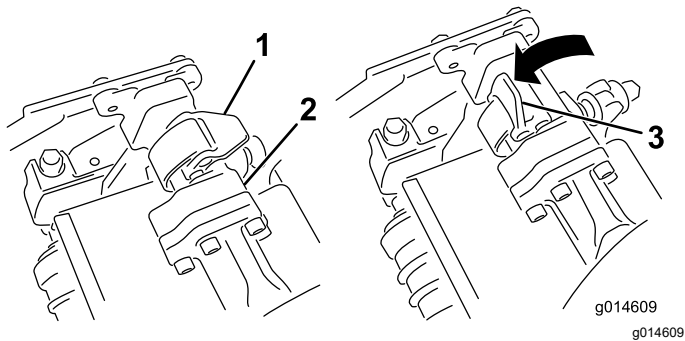
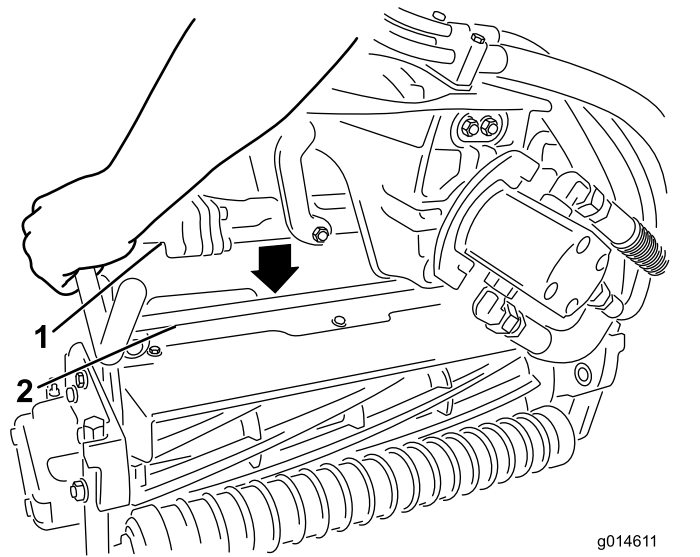

Figura 56
Figura 57
4. Abra os trincos da barra do braço de suspensão (Figura 56) e empurre o braço de suspensão para baixo de forma a que a barra fique sobre ambos os braços inclinados na unidade de corte e certifique-se de que os trincos passam por baixo da barra transversal da unidade de corte (Figura 57).
5. Feche os fechos para baixo e em redor da barra da unidade de corte e bloqueie-os no sítio (Figura 56).
6. Abra os fechos na barra do braço de suspensão da unidade de corte que está a remover (Figura 56).